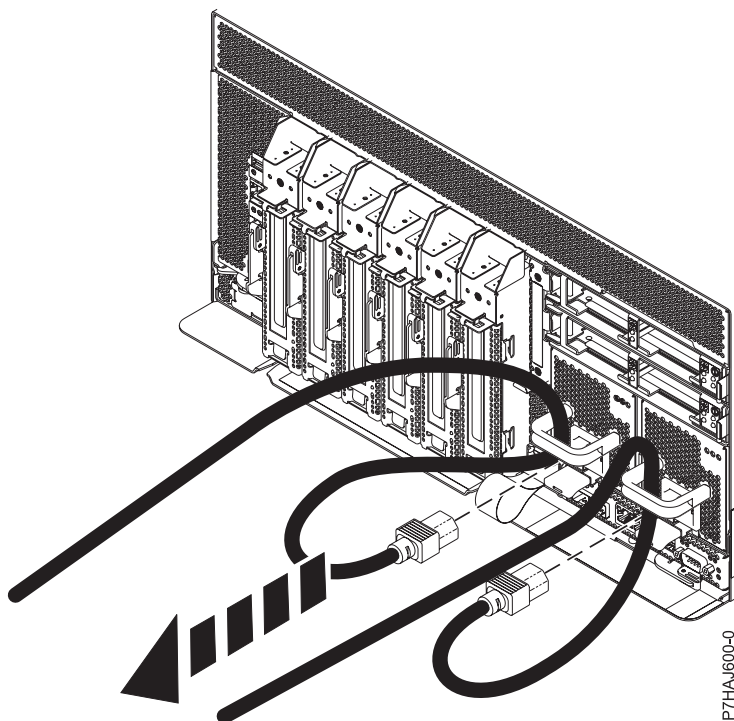

Figura 8. Extracción de los cables de alimentación
3. Desconecte los cables de alimentación de la unidad del sistema, como se muestra en la Figura 8 en la página 24.